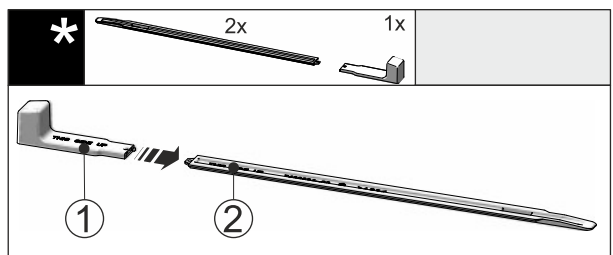

Fig. 51
- Sæt monteringsgrebet Fig. 51 (1) på nivelleringskinnen Fig. 51 (2).